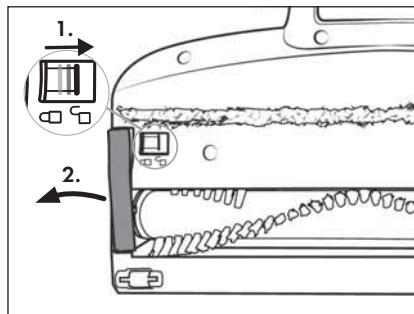

Afb. 22
- 7) Plaats het HEPA-filter **4** in het RVS-filter **5** (zie afb. 22).